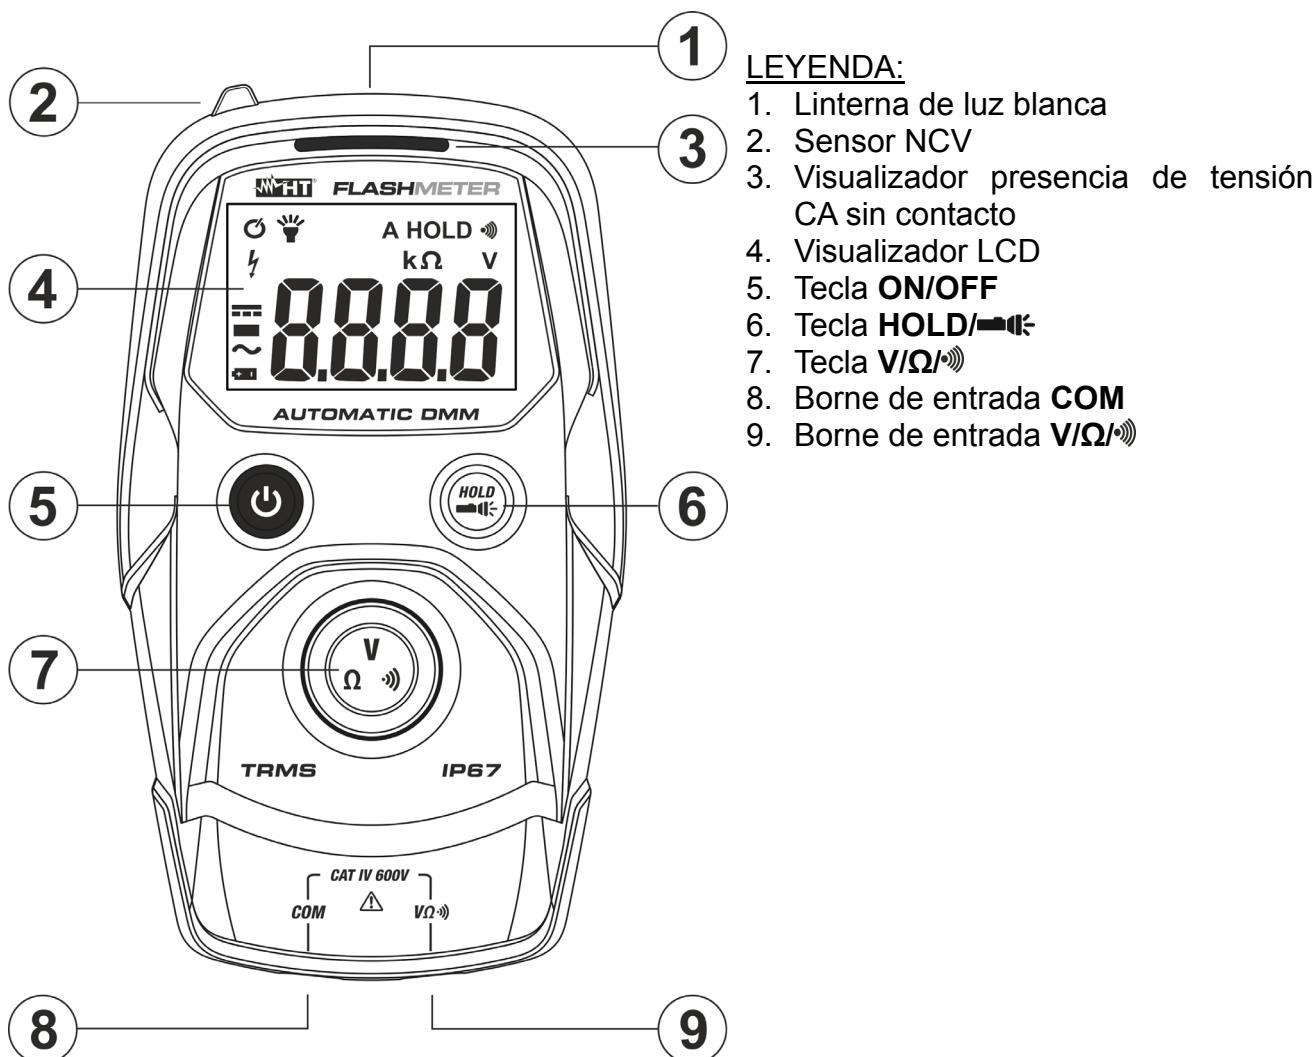

Fig. 1: Descripción del instrumento
La pulsación de la tecla **AutoHold/🔦** permite la activación/desactivación de la linterna de luz blanca integrada (ver Fig. 1 – parte 1) y el símbolo “🔦” se muestra en pantalla. La pulsación durante aproximadamente 1s de la tecla **HOLD/🔦** permite la activación/desactivación de la función **Auto HOLD**. El símbolo “A HOLD” aparece en pantalla y el zumbador emite dos pitidos seguidos. Con la función Auto HOLD activa, el instrumento realiza el bloqueo en pantalla del valor medido de forma automática cuando la señal en la entrada es estable (3 muestreo con una diferencia de max 10% entre el valor más alto y el más bajo). El instrumento sale automáticamente de la función transcurridos aproximadamente 30s segundos.
El instrumento permite detectar la presencia de tensión CA sin contacto utilizando el sensor NCV presente en la parte superior (ver Fig. 1 – parte 2).
3. El encendido del piloto rojo (ver Fig. 1 – parte 3) indica la presencia de la tensión CA